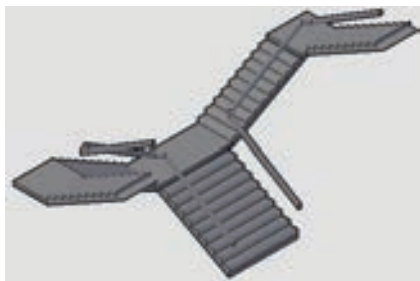

图 6-56 三维效果
- 5) 将当前视图转换为“西南等轴测视图”, 查看扶手连接的三维效果, 结果如图 6-56 所示。